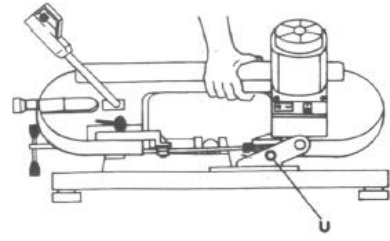

Рис. 8
Пильный станок оснащен фиксирующим устройством, позволяющим транспортировать его с одного места на другое. Достаточно вставить штифт (U) в отверстие корпуса, а затем поднять станок, взяв его рукой, как показано на рис. 8.